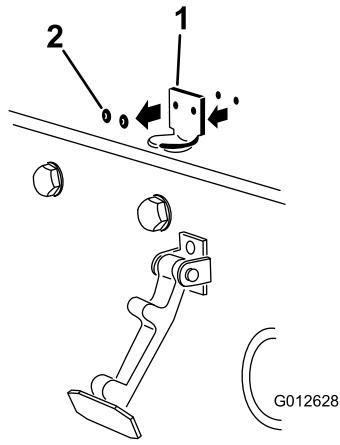

图 5
2. 卸下将机罩门锁支架固定至机罩的 2 个铆钉 (图 5)。从机罩上卸下机罩门锁支架。
3. 对准安装孔的同时将 CE 锁定支架和机罩闩锁支架放到机罩上。锁定支架必须紧贴机罩 (图 5)。不要从锁定支架臂卸下螺栓和螺母总成。